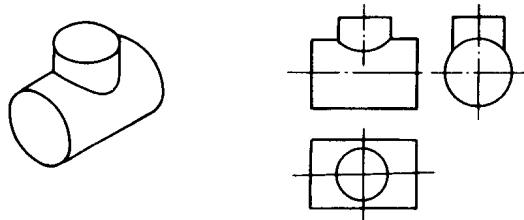

图 1-8 异径正三通管三面投影图
3. 异径正三通管 异径正三通管三面投影如图 1-8 所示。